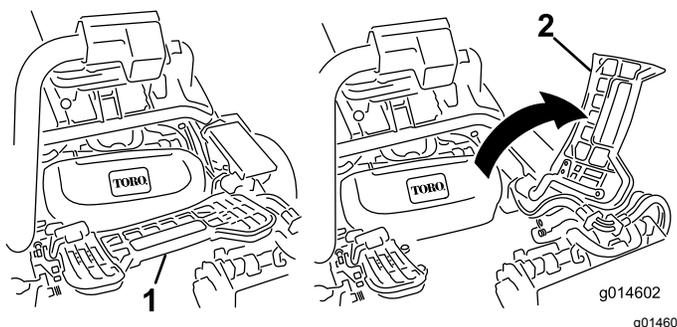

Рисунок 44
2. Поднимите и поверните вверх подножку, открывая доступ к центральному режущему блоку (**Рисунок 44**).